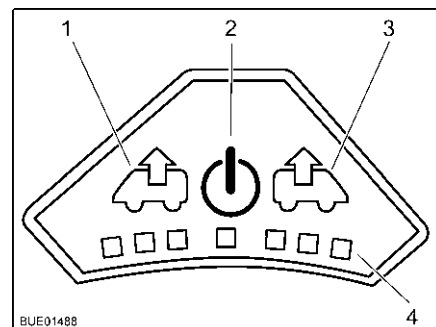

Bild 101 Bedienfeld des Ventilators
- Einschalten:** ■ Taste Ein/Aus (Bild 101,2) drücken. Der Ventilator läuft im Komfortmodus (Entlüften mit niedrigster Ventilatordrehzahl).
- Entlüften:** ■ Um die Ventilatordrehzahl zu erhöhen: Taste Entlüften (Bild 101,1) drücken. Die Ventilatordrehzahl in Entlüftungsrichtung nimmt um eine Stufe zu. LEDs (Bild 101,4) zeigen die Schaltstufen an.
■ Um die Ventilatordrehzahl zu verringern: Taste Belüften (Bild 101,3) drücken. Die Ventilatordrehzahl nimmt um eine Stufe ab.
- Um die Ventilatorzahl zu erhöhen: Taste Belüften (Bild 101,3) drücken. Die Ventilatorzahl in Belüftungsrichtung nimmt um eine Stufe zu. LEDs (Bild 101,4) zeigen die Schaltstufen an.
- Um die Ventilatorzahl zu verringern: Taste Entlüften (Bild 101,1) drücken. Die Ventilatorzahl nimmt um eine Stufe ab.
- Taste Ein/Aus (Bild 101,2) drücken. Der Ventilator stoppt, die LEDs erlöschen.